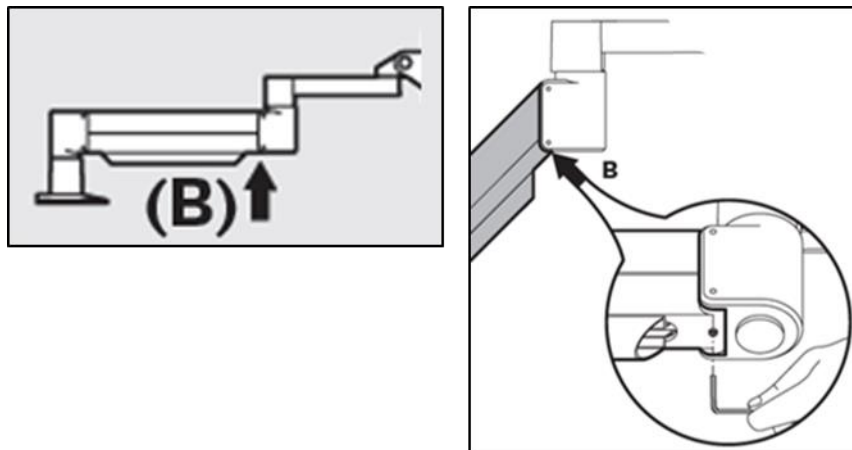

Figure 4-6. Desserrer la vis de réglage de contrepois B
- Remplacez le bras à l'horizontale. Desserrez **la vis de réglage de contrepois B** en la tournant d'au moins un ½ tour. Utilisez une clé Allen 3/32. Voir la figure 4-6.
- Placez le bras à l'horizontale et serrez **la vis de réglage de contrepois B** jusqu'au contact, puis serrez de $\frac{1}{2}$ à $\frac{3}{4}$ de tour maximum. Voir la figure 4-6.